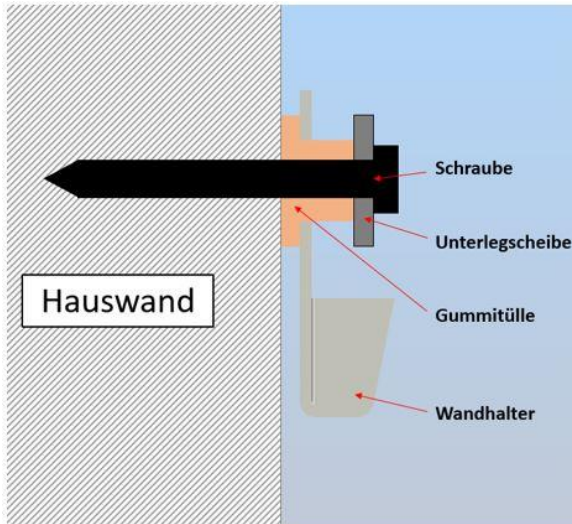

Bild 1
- Dicke Seite der Gummitülle Richtung Hauswand (siehe Abbildung 6: Wandmontage Bild 1)
4. Wandhalterung mit den Gummitüllen mittels Schrauben und Unterlegscheiben sicher befestigen (siehe Abbildung 6: Wandmontage Bild 1)